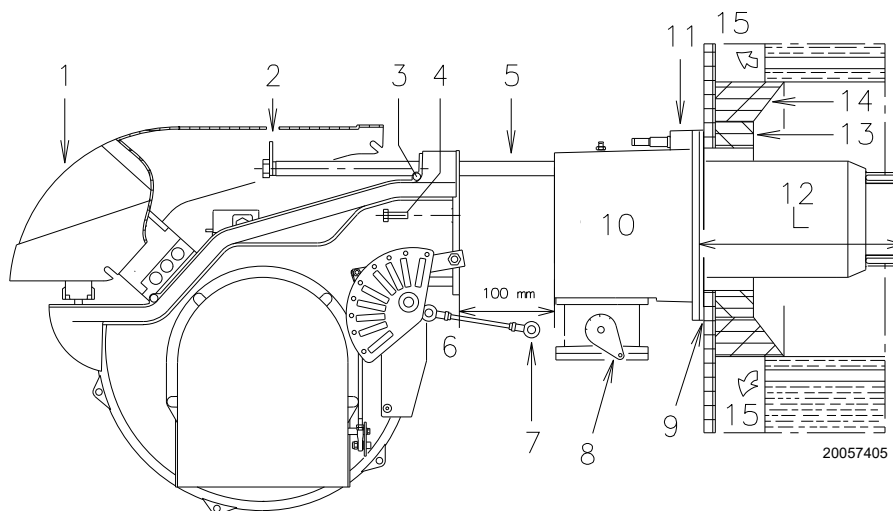

Fig. 15
Per le caldaie con giro dei fumi anteriore 13)(Fig. 15 a pag. 20), o con camera ad inversione di fiamma, eseguire una protezione in materiale refrattario 11), tra refrattario caldaia 12) e bocaglio 10).
Separare la testa di combustione dal resto del bruciatore, come in Fig. 15; procedere come segue:
A questo punto dell'installazione la testa di combustione è fissata alla caldaia come in Fig. 15. È quindi particolarmente agevole la sua regolazione, che dipende unicamente dalla potenza massima del bruciatore.
- rimontare il bruciatore sulle guide 3) a circa 100 mm dal manicotto 5) - bruciatore nella posizione illustrata in Fig. 15;